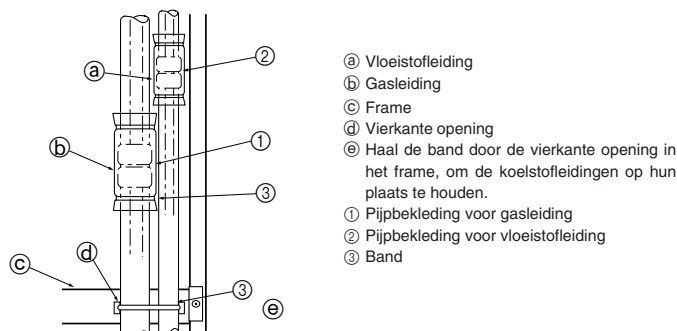

Fig. 4-5
Maak een volledige isolatie rondom de koppelingen ① en ② van de gas- en koelstofleidingen. Als de isolatie niet volledig is, kan er condens van deze plaatsen afdruppelen. (Fig. 4-5)
- Bevestig de bekleding van de gasleiding ① en die van de koelstofleiding ② aan beide uiteinden, zodat deze niet kunnen schuiven en op een lijn met elkaar liggen.
- Gebruik een band ③ om de koelstofleiding aan het frame te bevestigen (onder de koppeling), nadat u de bekleding ervan heeft aangebracht. Door deze bevestiging kan de koelstofleiding niet loskomen van het frame. (Als de koelstofleiding loskomt van het frame, kan de gril niet worden geïnstalleerd.)